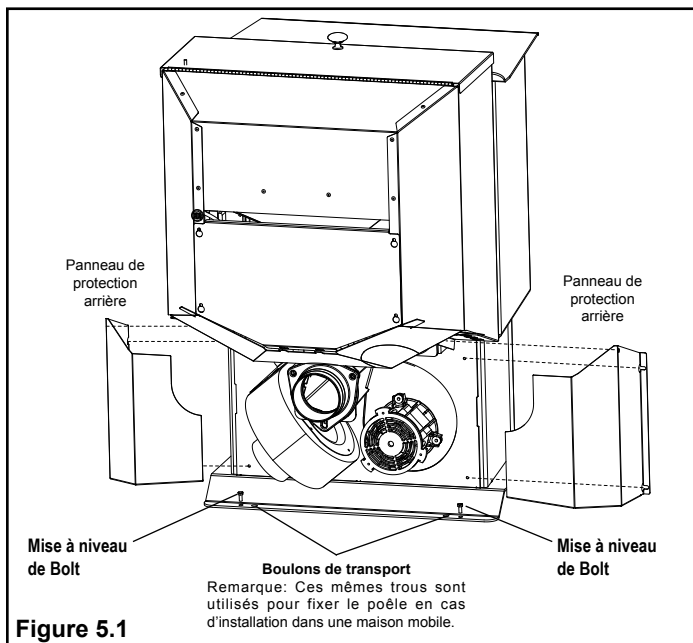

Figure 5.1
Pour libérer le poêle de la cale, vous devez retirer les boulons de fixation à l'arrière du socle au moyen d'une douille ou d'une clé de 7/16 po. Figure 5.1.
Si nécessaire, installer les (2) boulons de nivellement 5/16-18 x 3/4 «situés dans le kit de matériel. Figure 5.1.